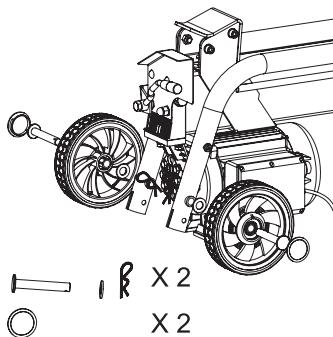

Рис. 2 Сборка дровокола LSH5001
- Закрепите транспортировочные колеса на раме дровокола с помощью пальцев (Рис. 2).